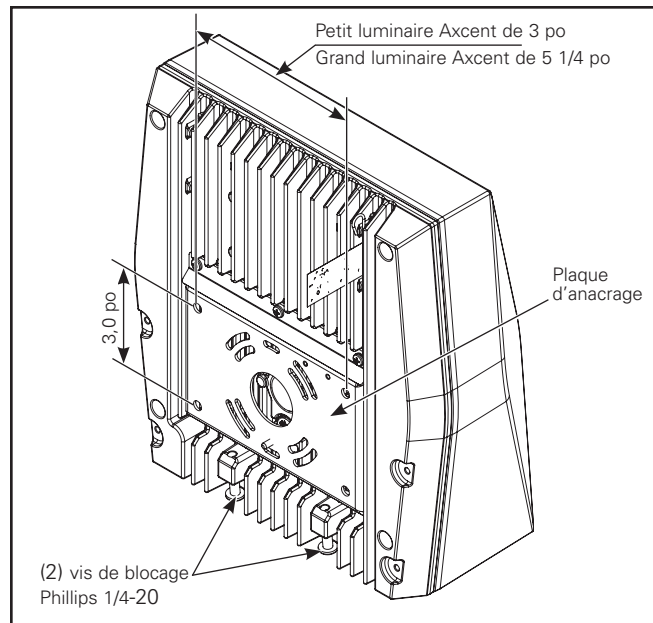

Figure 1.
1. Retirez la plaque d'ancrage en dévissant les deux (2) vis Phillips 1/4-20 du luminaire (Figure 1).
1. Le luminaire est livré avec une plaque d'ancrage murale fixée au luminaire. Retirez la plaque d'ancrage murale et jetez-la. (Figure 1.)
1. Le luminaire est livré avec une plaque de calage pour fixation murale préinstallée. Retirez la plaque de calage pour installation murale et jetez-la. (figure 1.)